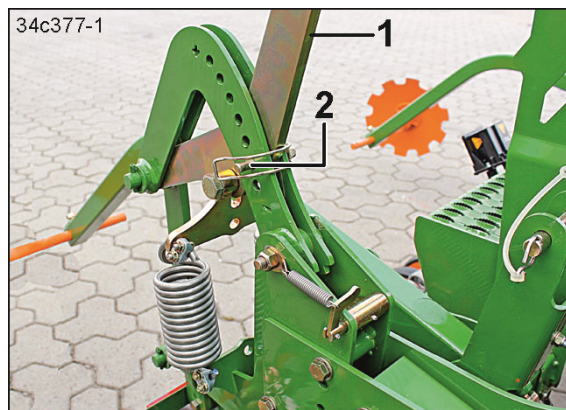

Fig. 201
2. Trekk kort i spaken (Fig. 201/1) og fjern klappsplinten (Fig. 201/2).